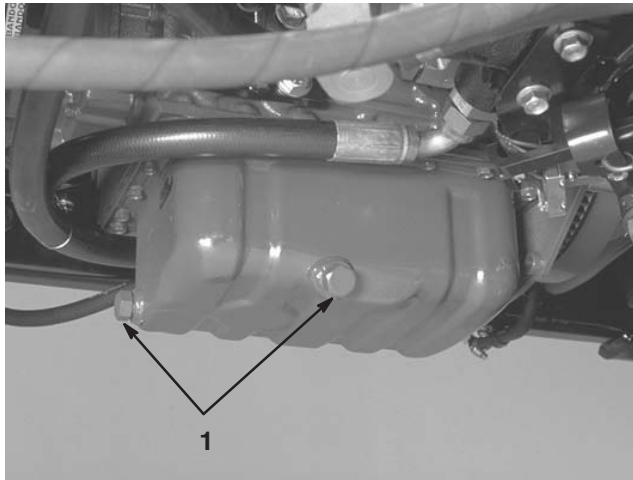

Bild 44
1. Entfernen Sie eine Ablassschraube (Bild 44) und lassen das Öl in ein Auffanggefäß ab. Schrauben Sie die Ablassschraube wieder ein, nachdem das Öl abgelassen ist.